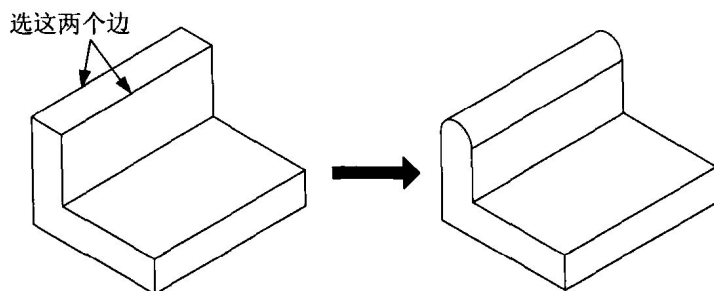

图 1.10
- ◆ **Edge Pair(边对):** 可以选取一对不相邻的边来做 Full Round。例如, 图 1.10 是以 Full Round | Edge Pair 的方式选一个平面的两个边做圆角。